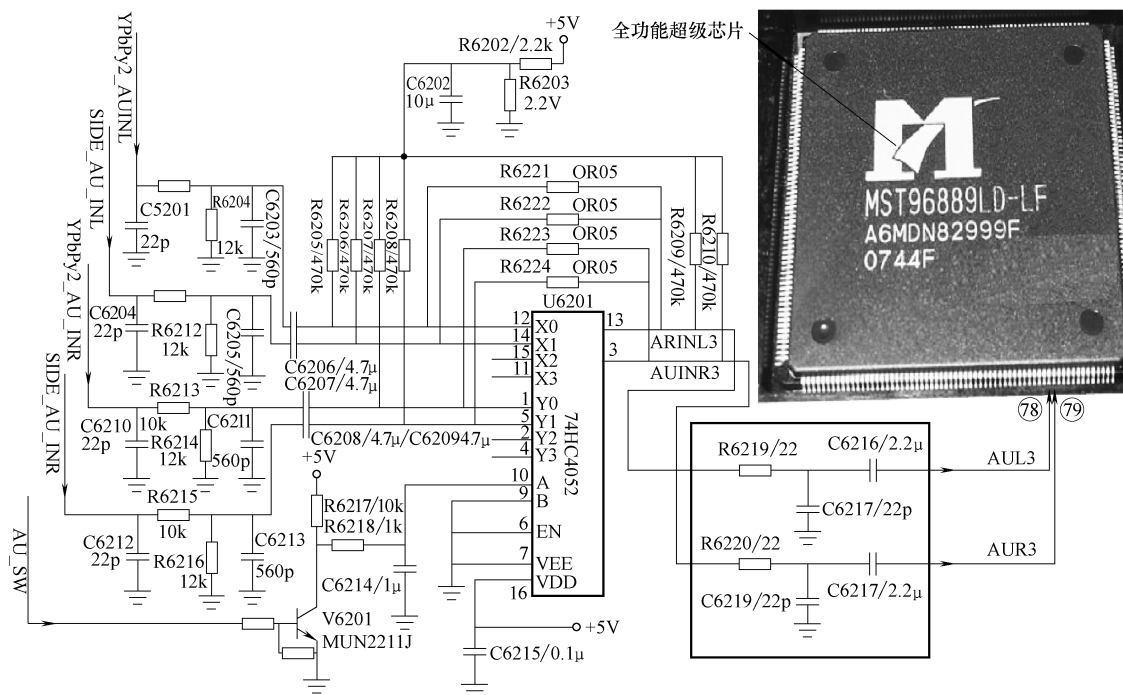

图 4-42 飞利浦 32TA2800 型液晶电视音频处理电路原理
74HC4052 是最常见的音频信号转换开关集成电路，它主要对 Y/Pb/Pr 的音频信号和侧 AV 端子的音频信号进行转换。转换后，输出音频信号 AUL3、AUR3，然后送到超级芯片的⑦⑧、⑦⑨脚，进行处理。相关电路原理如图 4-42 所示。